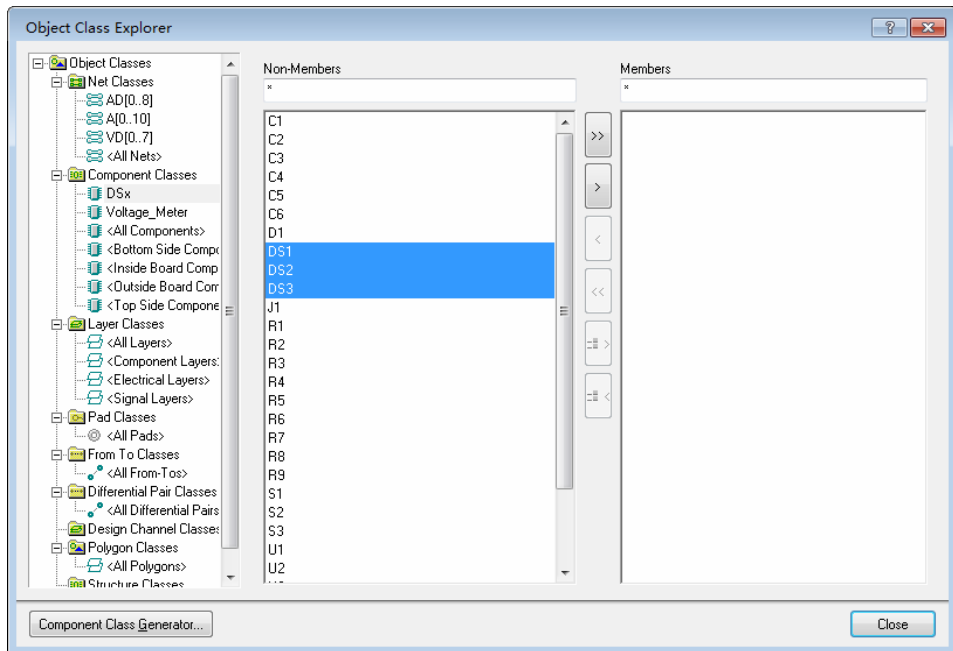

图 12-2 创建 DSx 元件类
(1) 打开本例对应的电子资源“Voltage_Meter.PrjPCB”工程，双击 Voltage_Meter.PcbDoc 文档，进入 PCB 编辑环境。
(2) 执行菜单命令 Design » Classes，打开 Object Class Explorer 对话框，在 Component Classes 上方单击鼠标右键，选择 Add Class 菜单命令，Component Classes 目录中会出现一个 New Class。
(3) 在 New Class 上方单击鼠标右键，选择 Rename Class 命令，将类重命名为 DSx。
(4) 单击 DSx 元件类，对话框右半部分会出现该类的具体内容，如图 12-2 所示，在 Non-Members 列表区选中 DS1~DS3 元件（使用 Ctrl 或者 Shift，加上鼠标单击进行多选），然后按下  按钮即可将这三个元件加入 Members 列表，即成为 DSx 元件类成员。